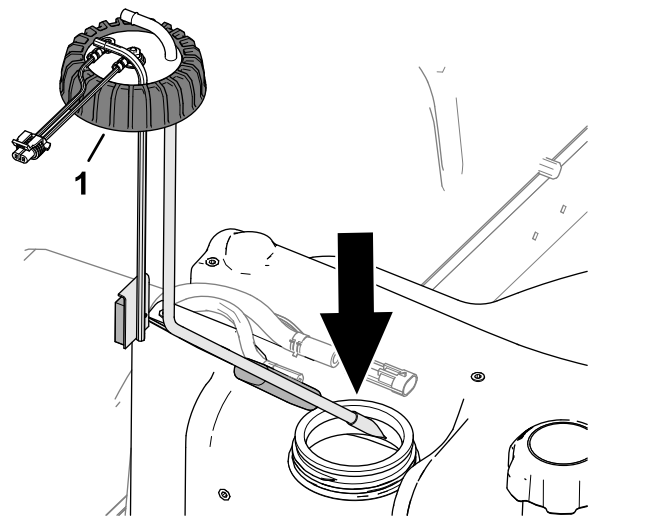

Bild 127
2. Setzen Sie das Kraftstoffaufnahmerohr und den Schwimmer vorsichtig in den Kraftstofftank (Bild 127).